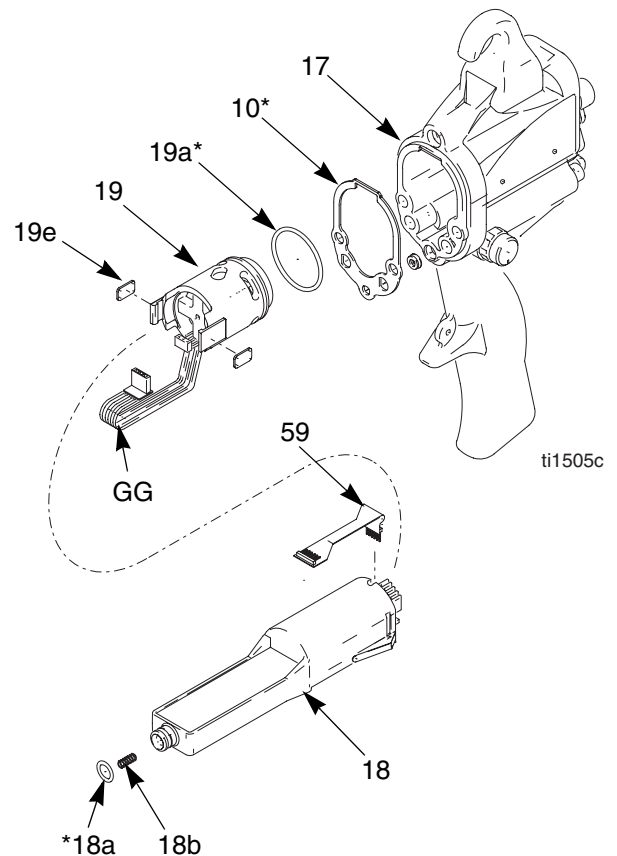

Fig. 30. Alimentation électrique
- Saisir le bloc d'alimentation électrique (18) à la main. Dégager de la crosse du pistolet (17) l'ensemble bloc d'alimentation électrique/alternateur en le faisant osciller de côté, puis l'extraire avec précaution. *Sur les modèles intelligents uniquement*, débrancher le circuit du flexible (59) du support qui se trouve en partie supérieure de la crosse (17). Voir FIG. 30.
- Débrancher le brancheteur 3 fils (GG) du bloc d'alimentation. Faire coulisser l'alternateur vers le haut et le sortir du bloc. Examiner l'état du bloc et de l'alternateur. *Sur les modèles intelligents seulement*, débrancher le circuit flexible à 6 broches (59) du bloc d'alimentation.